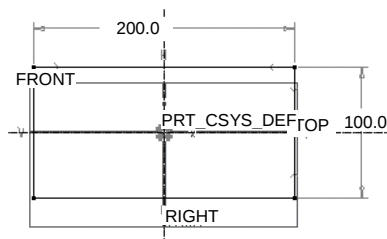

图 6.2.7 截面草图
Step5. 创建特征截面。进入草绘环境后，首先接受默认参照，然后绘制图 6.2.7 所示的截面草图，完成后单击按钮 .